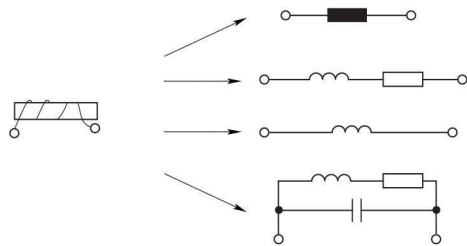

图 1-4 电感线圈的电路模型
- (1) 理想电路元件有 3 个特征:
- ① 只有两个端子。
- ② 可以用电压或电流按数学方式描述。
- ③ 不能被分解为其他元件。
- (2) 具有相同的主要电磁性能的实际电路部件, 在一定条件下可用同一电路模型表示。
- (3) 同一实际电路部件在不同的应用条件下, 其电路模型可以有不同的形式。例如, 电感线圈的电路模型, 如图 1-4 所示。